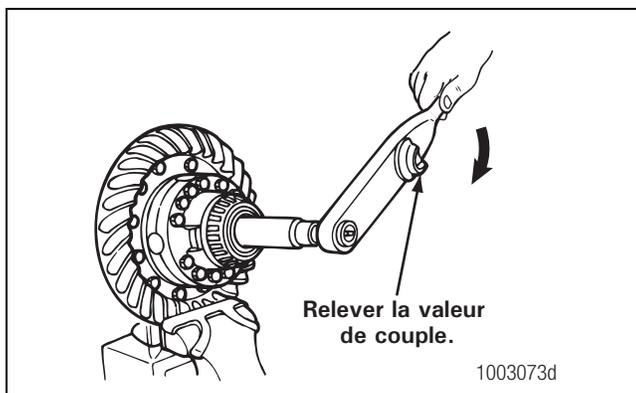

Figure 5.49
4. Placer une clé dynamométrique sur l'écrou de l'outil et faire tourner le différentiel. Relever la valeur indiquée sur la clé dynamométrique pendant que le différentiel tourne. Figure 5.49.